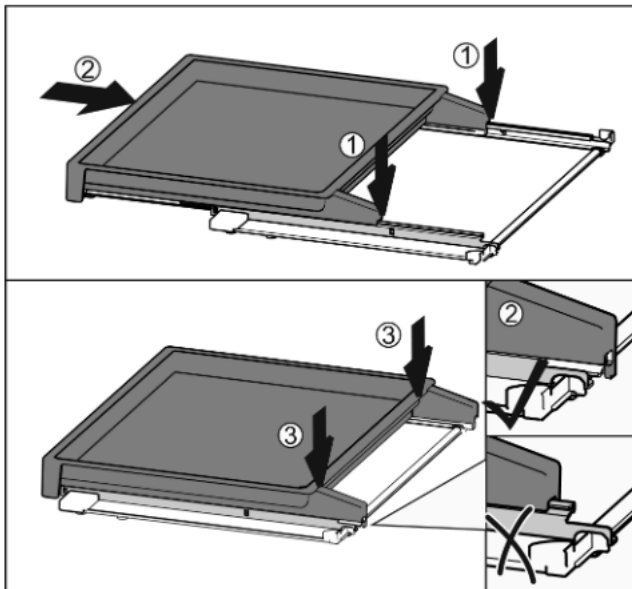

Fig. 44
- ▶ Appoggiare centralmente sulle guide Fig. 44 (1).
- ▶ Spingere completamente il ripiano estraibile Fig. 44 (2).
- ▶ Premere sul lato posteriore fino ad avvertire l'innesto Fig. 44 (3).